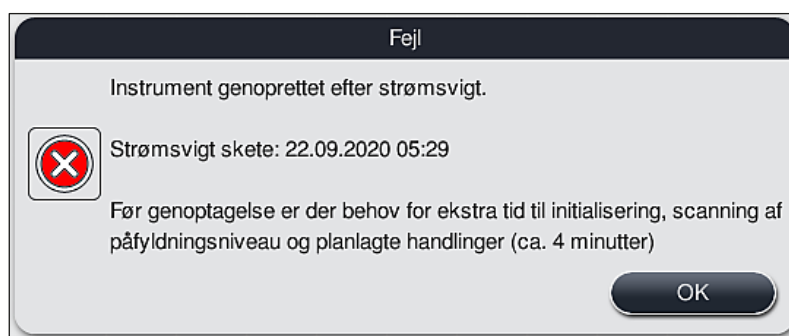

Fig. 106
- ① Den første informationsmeddelelse, efter at instrumentet er genstartet automatisk, informerer brugeren om tidspunktet for strømsvigtet (→ "Fig. 106"). Bekræft denne meddelelse ved at trykke på knappen **OK** for at starte de øvrige vejledninger i at fortsætte farvningsprocessen.